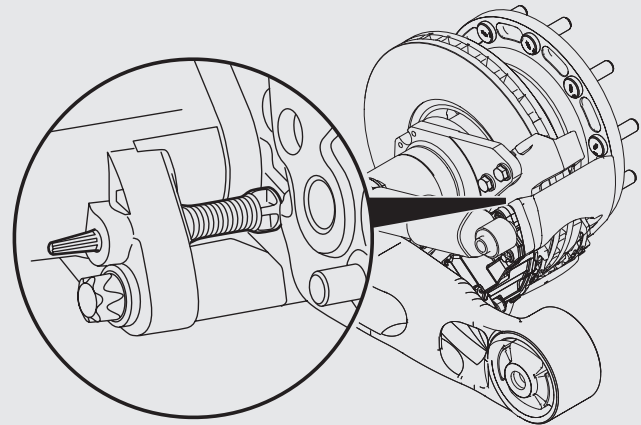

Abb. 1 Optische Verschleißanzeige am Gehäuse des Brems­sattels
- Die optische Bremsbelag-Verschleißanzeige (Standard) (Abb. 1 bis 3).